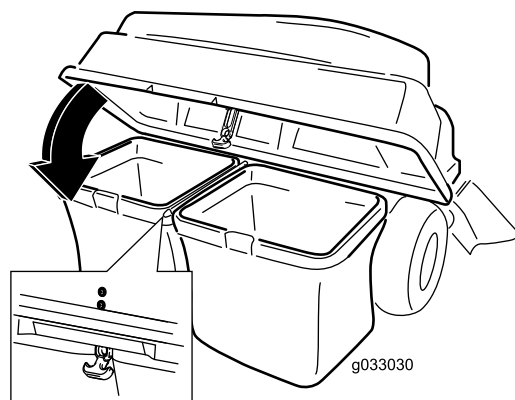

Figura 23
5. Baje la tapa del ensacador sobre las bolsas (Figura 23).